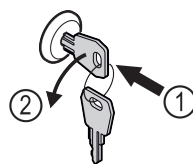

Fig. 159
- ▶ Klíč zasuňte dovnitř. Fig. 159 (1)
- ▶ Otáčejte klíčem o 90° proti směru hodinových ručiček. Fig. 159 (2)